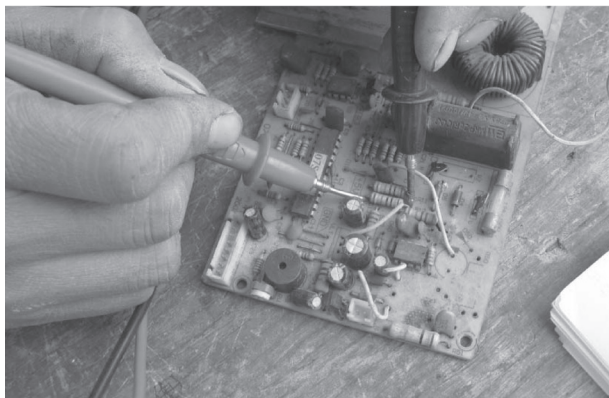

图 2-22 做第二次测量
5) 将红、黑表笔互换位置，如图 2-22 所示，再次测量，记录第 2 次测量的值 R_2 。这样做的目的是排除外电路中晶体管 PN 结正向电阻对待测电阻器阻值的影响。